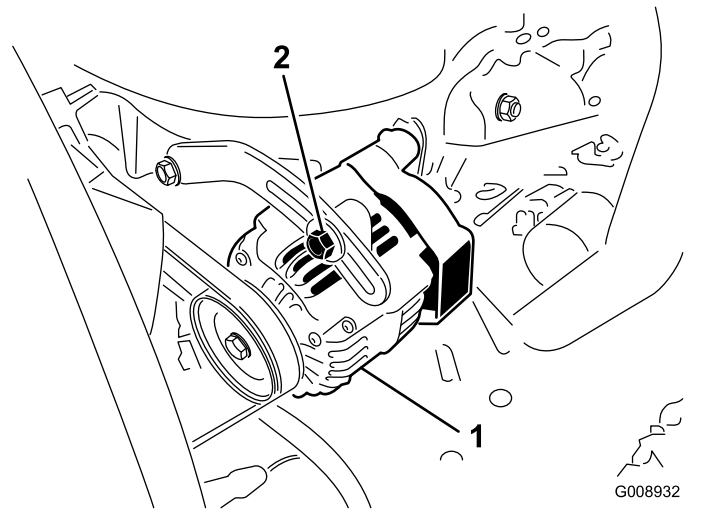

Figura 102
Compruebe la condición y la tensión de las correas (Figura 102) cada 100 horas de operación.
3. Si la desviación no es de 10 mm, afloje los pernos de montaje del alternador (Figura 102).